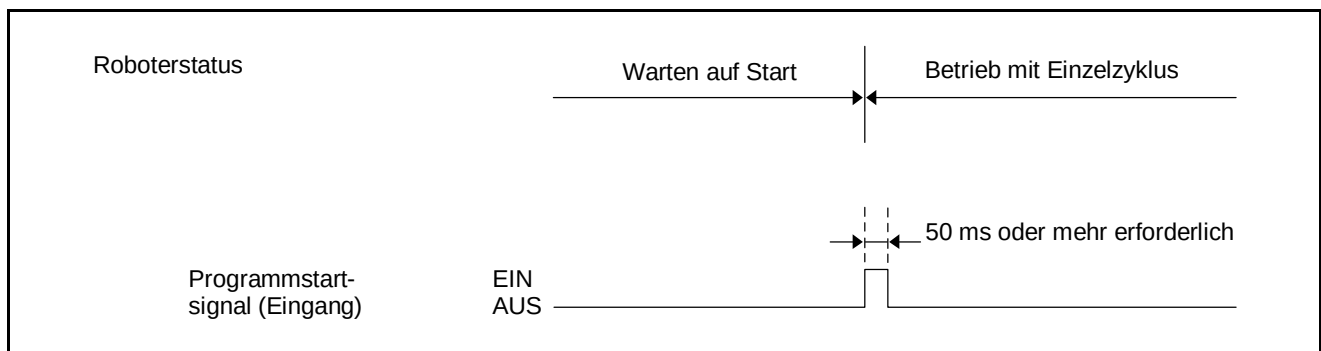

Abbildung 5-44 Beispiel zum Zeitverhalten des Signals "Programmstart" (fällt ab) - 2
- b) Abbildung 5-44 zeigt, wie Sie bei der vereinfachten Methode (1-Schritt-Methode mit Zeitgeber) sicherstellen, daß das Programmstartsignal abfällt.